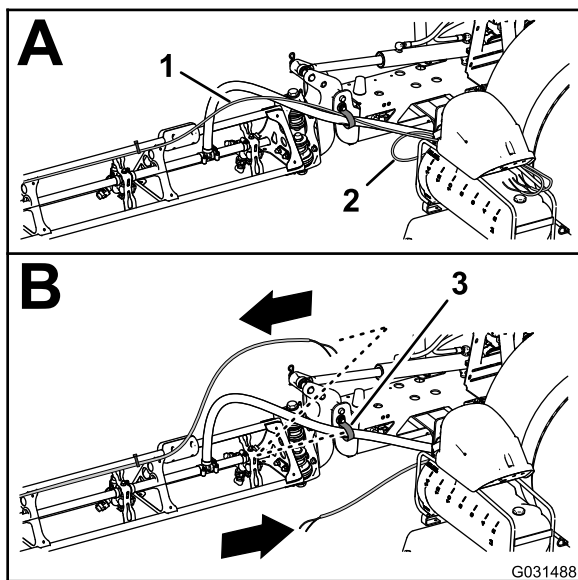

Рисунок 9
- Проведите трубки пенообразующих насадок в левой и правой секциях стрелы назад и через R-образный хомут рядом с шарнирным креплением секции стрелы (Рисунок 9).